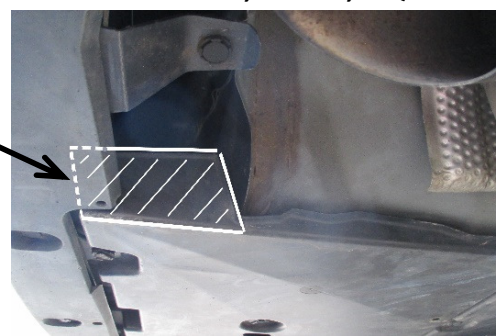

Figure 2
- Abaisser le silencieux** – À l'aide d'une pince pour échappement, abaisser le silencieux en enlevant un (1) support en caoutchouc le plus à l'arrière et un (1) support en caoutchouc le plus à l'avant. La vaporisation d'un lubrifiant ou d'eau savonneuse sur les supports en caoutchouc facilite leur extraction des tiges métalliques. **REMARQUE : Veiller à supporter l'échappement avant d'enlever les supports en caoutchouc.**
- Enlever la ferrure de support d'échappement** – À l'aide d'une douille 19 mm, retirer deux (2) boulons de la ferrure de support d'échappement côté passager. Conserver la ferrure d'échappement et les boulons pour réutilisation lors de l'installation de l'attelage.
- Enlever le panneau de soubassement** – À l'aide d'un tournevis à lame plate et d'une douille 10 mm, retirer six (6) rivets-poussoirs, un (1) écrou hexagonal, et dévisser quatre (4) fixations de panneau filetées dans le bas du panneau.
- Enlever la ferrure de support d'échappement** – À l'aide d'une douille 19 mm, retirer deux (2) boulons de la ferrure de support d'échappement côté passager. Les boulons seront utilisés pour l'installation de l'attelage. Remettre le support d'arrimage au propriétaire du véhicule.
- Découper le panneau de soubassement** – À l'aide d'un ruban à mesurer, d'un marqueur et d'un couteau utilitaire, mesurer, marquer et découper le panneau de soubassement comme illustré aux Figures 2 et 3.
5a. Découper le panneau de soubassement – À l'aide d'un ruban à mesurer, d'un marqueur et d'un couteau utilitaire, mesurer, marquer et découper le panneau de soubassement comme illustré aux **Figures 2 et 3**.
5b. Découper le panneau de soubassement – À l'aide d'un ruban à mesurer, d'un marqueur et d'un couteau utilitaire, mesurer, marquer et découper le panneau de soubassement comme illustré aux **Figures 2 et 3**.